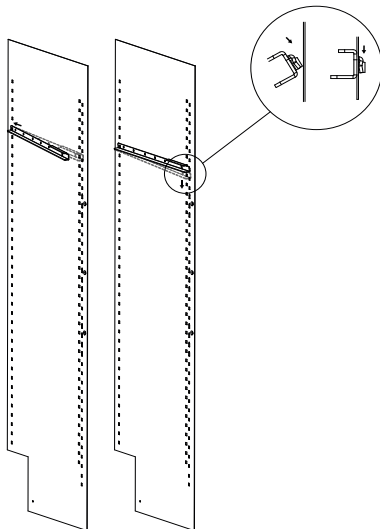
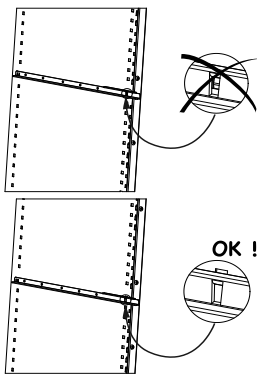

图1
图2
- 移除酒柜内部和外部的保护部件，包括下铰链的保护套(见图1)。
已被固定在每个酒架上。每个酒架2个垫块(图1)。请通过转动将每个垫块取出(图2)。您可保留这些垫块，以便在需要对您的葡萄酒酒柜进行长距离运输时重新使用它们。
1. 将2个滑条插入酒架支撑带中。每个酒架左右侧个安装一个滑条（见图1）。确保滑条正确地固定在壳体内（见图2）。
1. 将2个滑条插入酒架支撑带中。每个酒架左右侧个安装一个滑条（见图1及图2）。
- 将滑条插入酒架支撑带要求位置上（见图1和2）；